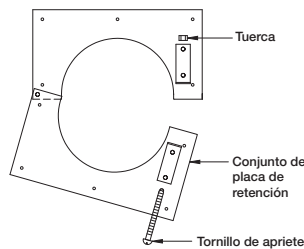

Figura 5 - Placa de retención
- a. Use las piezas metálicas que se proporcionan para ensamblar las mitades (2) de la placa de retención en el lado opuesto al tornillo de apriete. Consulte la Figura 5.